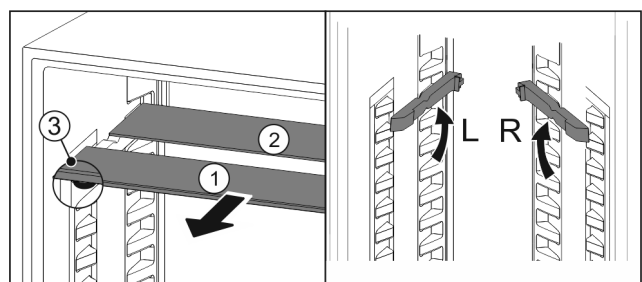

Fig. 31
- ▶ Glasplaten afzonderlijk vanaf de voorkant eruit trekken *Fig. 31 (1)*.
- ▷ Glasplaat *Fig. 31 (1)* met sierlijst ligt voor.
- ▷ Stops *Fig. 31 (3)* zijn naar onder gericht.